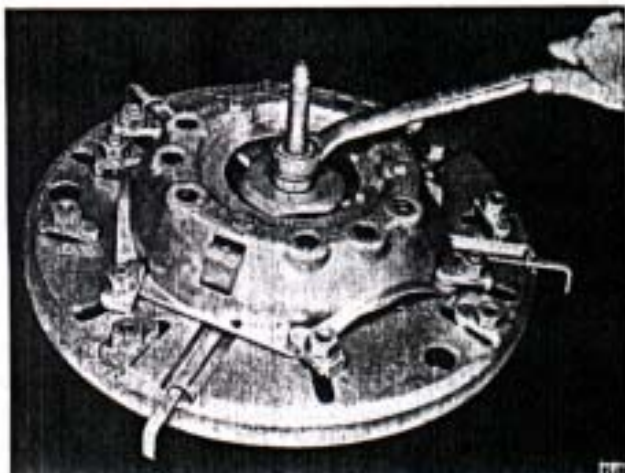

Fig. 25.
- 1°) Colocar la placa de presión sobre la herramienta HS-64 (hacer que cada bloque saliente de la placa de presión, coincida lo mejor posible sobre una sonda de ajuste de la herramienta) (Fig. 25).
tar la tuerca hasta presionar medianamente el conjunto (Fig. 25).
- 10°) Apretar la tuerca hasta que la arandela triangular haga tope con la arandela espaciadora (Fig. 25).